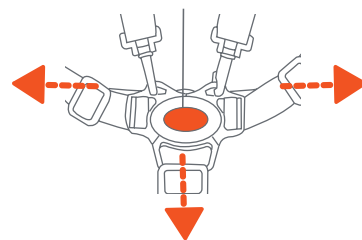

Fig. 14d
- RELEASE!** Push button on center clasp, the harness buckles will release (Fig. 14d).
- ¡LIBERAR!** Presione el botón en la presilla central para destrabar las dos hebillas del arnés (Fig. 14d).